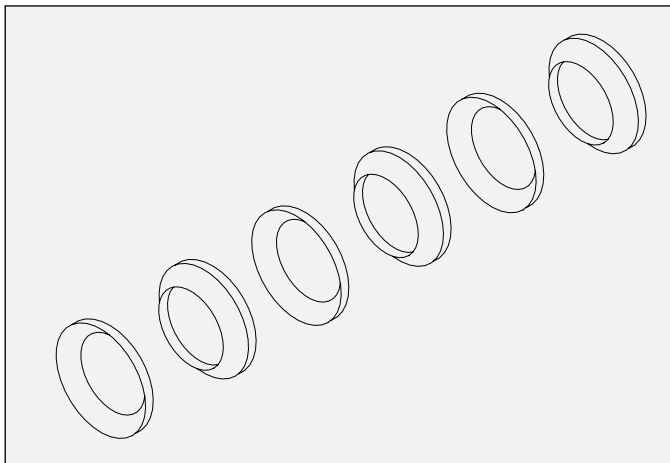

Figure 17 : Séquence de montage des rondelles-ressorts
2. Visser les quatre (4) joints à chevrons sur la tige, côté concave vers l'avant (voir Figure 17).
- Placer les six (6) rondelles-ressorts sur la tige avec la première, la troisième et la cinquième côté concave (en coupelle) vers l'avant. Les deuxième, quatrième et sixième doivent avoir le côté coupelle vers l'arrière (voir Figure 17).
► Les six (6) rondelles-ressorts **DOIVENT** être reposées en alternance comme indiqué sur la Figure 17, sous peine de mauvais fonctionnement de l'applicateur.